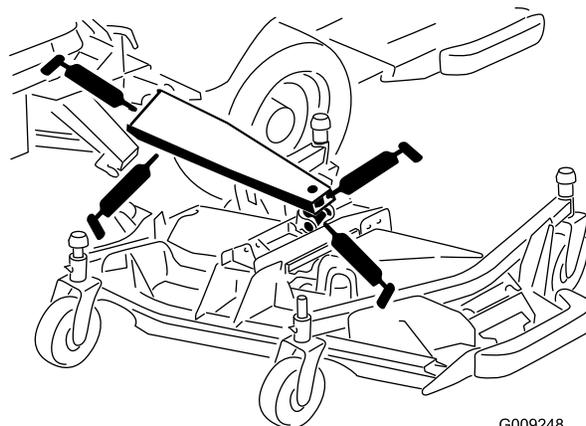

図 83
- メイン昇降アームのブッシュ3ヶ所 図 83
- 昇降シリンダのブッシュ1ヶ所 (図 83)